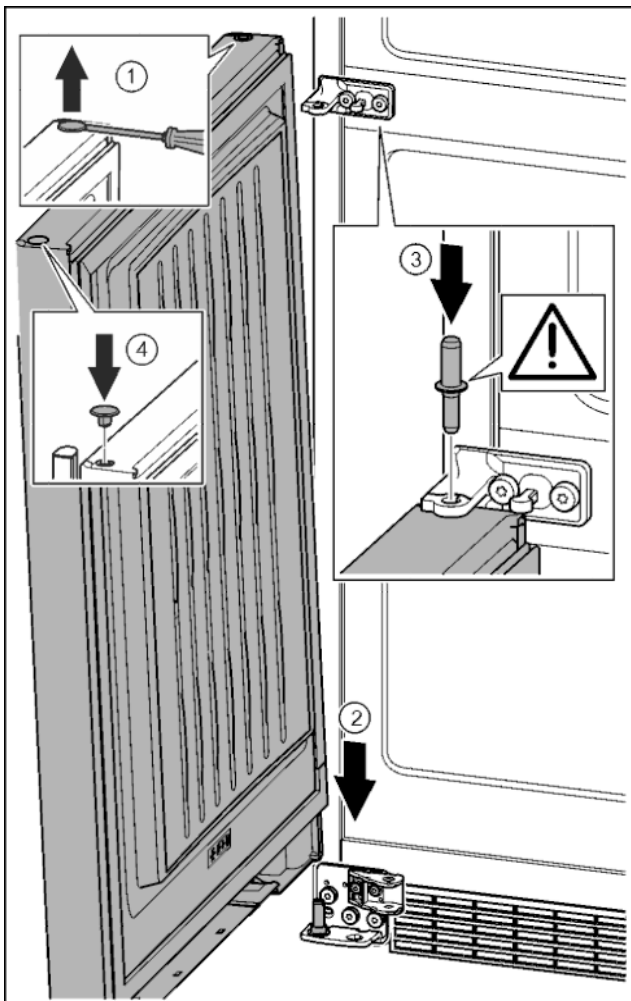

Fig. 36
- ▶ Zátku opatrně nadzvedněte plochým šroubovákem a vytáhněte. Fig. 36 (1)
- ▶ Dveře nasad'te shora na dolní ložiskový čep. Fig. 36 (2)
- ▶ Prostřední ložiskový čep vložte do dolních dveří přes prostřední stojan ložiska. Přitom dávejte pozor, aby zajišťovací vačka směřovala dozadu. Fig. 36 (3)
- ▶ Zátku opět vložte na druhé straně dveří. Fig. 36 (4)